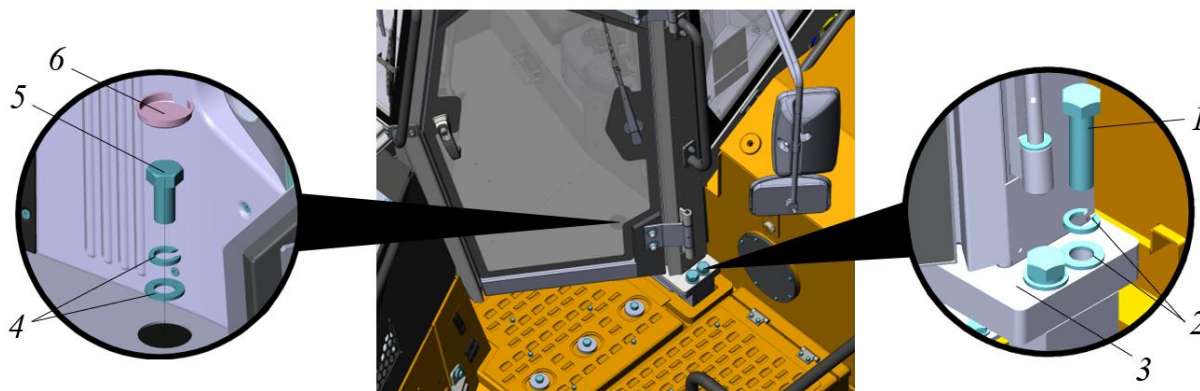

Рисунок 5.16. Крепление передних опор кабины
- ▶ Ключом  на 36 вкрутить по два болта 1 с шайбами поз. 2 в каждую опору 3, рис. 5.16.